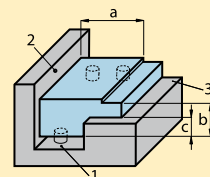
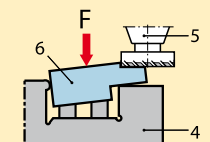

Abbildung 5a
Abbildung 5b
Bei dem in Abbildung 5a dargestellten Werkstück soll die mit den Maßen a und b festgelegte obere Aussparung planparallel zur Bezugsebene bearbeitet werden. Die Bestimmeebene (1) ist für das Maß b mit der Bezugsebene identisch. Die Bestimmeebene (2) ist für das Maß a mit der Bezugsebene identisch. Um einem Durchbiegen des Steges b-c bei der Bearbeitung vorzubeugen, wurde eine dritte Bestimmeebene (3) vorgesehen. Wird nun ein Werkstück (6) in die Spannvorrichtung (4) eingelegt (Abbildung 5b) kommt es zu einer Überbestimmung, da zwar der Abstand der Bestimmflächen (1) und (3) (Einstellfläche, Führungsfläche, Stützfläche) in der Vorrichtung konstant, jedoch das Maß c der einzelnen Werkstücke unterschiedlich ist. Dieses Überbestimmen wirkt sich als Fehler in den Maßen a und b aus.